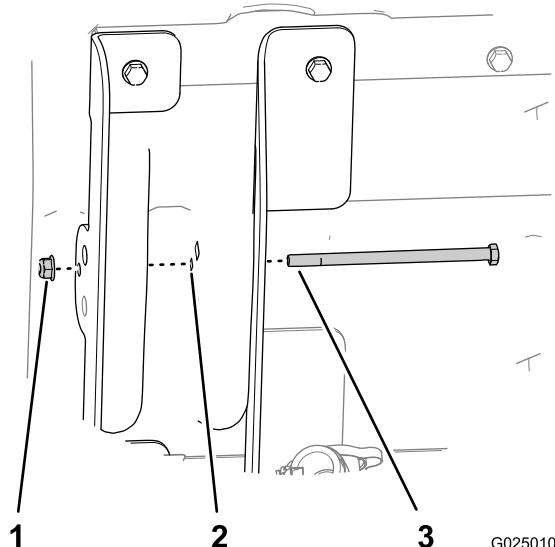

Figura 16
7. Introduzca el perno de cabeza hexagonal (5/16 x 5-1/2 pulgadas) a través del taladro de 7,9 mm del soporte de elevación interior (pestañas largas), la estructura de la caja y el soporte de elevación exterior de la caja (pestañas cortas), según se muestra en Figura 16.
8. Sujete el perno con la tuerca con arandela prensada (5/16 pulgada) y apriétela a mano (Figura 16).
- 11. Apriete la tuerca con arandela prensada que sujeta el perno (5/16 pulgada) hasta que quede ajustada (Figura 16).